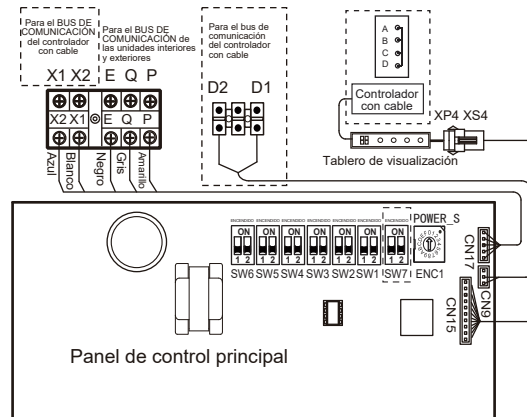

Figura 40
- Los puertos X1/X2, D1/D2 a los lados de la placa de control principal y el puerto de comunicación unidireccional (lado de la placa de visualización) son para diferentes tipos de controladores cableados (vea la Figura 40).